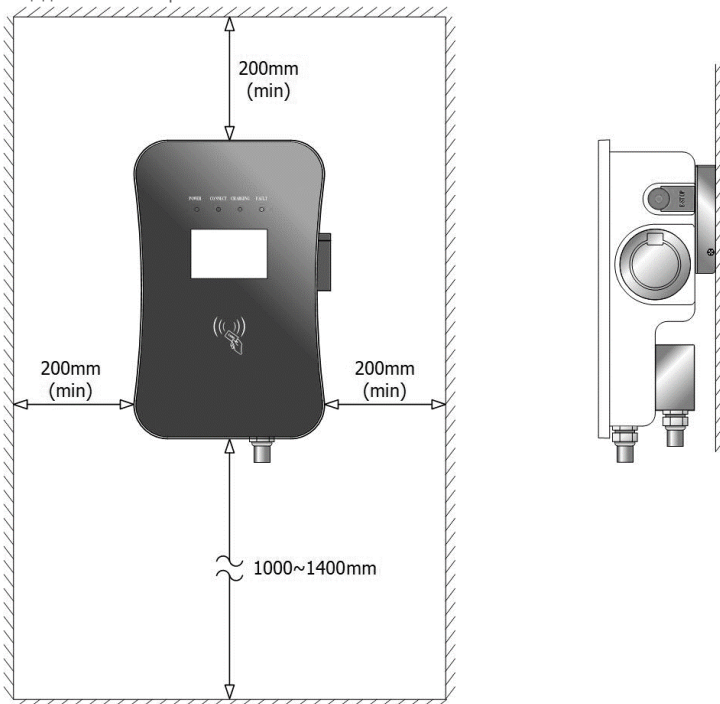

Рис. 5-1 Минимальная необходимая площадь для настенного монтажа
- Необходимая площадь: Когда зарядная станция закреплена на стене, минимальная необходимая площадь показана на рис. 5-1.